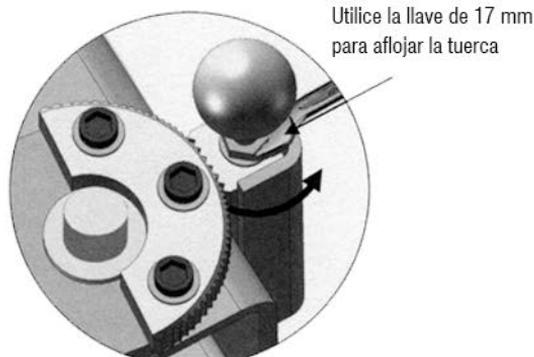

Fig. 25
2. Baje los carros hasta la posición más baja, luego use la llave de 17 mm para aflojar la tuerca de la cerradura del brazo (Fig. 25)